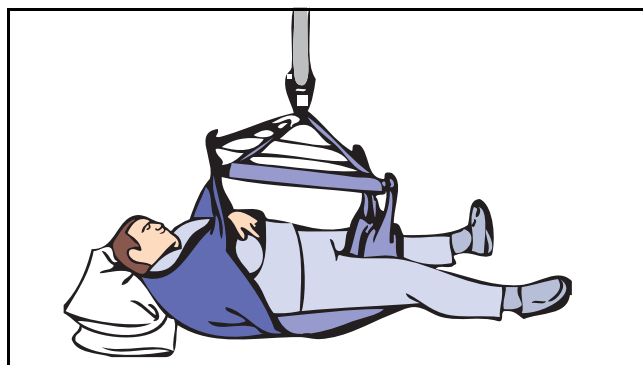

Fig. 28
- 4) När alla öglor har fästs ordentligt lyfter du upp patienten från golvet i en halvliggande ställning (se Fig. 28).